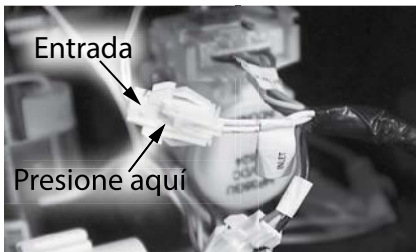

Figura 57 - Instrucciones de desconexión del mazo de cables de entrada.
- 22** Para desconectar el mazo de cables "INLET" (Entrada), consulte la Figura 57.